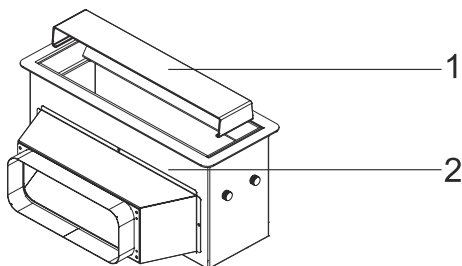

Fig. 3: Avmontering av kantsugplatta
1. ➡ Ta bort kantsugplattan/glasen vid luftintaget (Fig. 3).